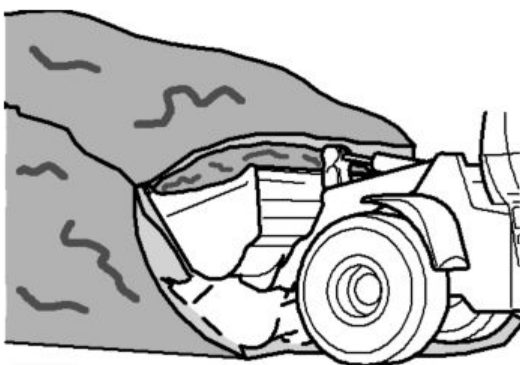

Рисунок 3.84. Процесс отбора материала снизу вверх
- ▶ Процесс отбора материала (песка, гравия) начинать снизу и продолжать вверх (рис. 3.84).